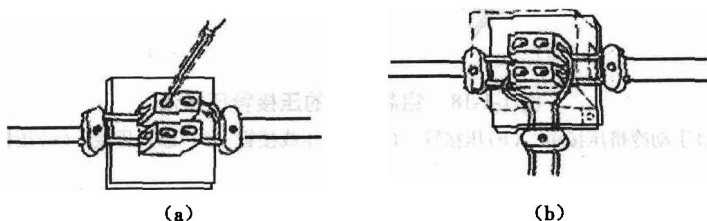

图 1-1-16 瓷接头连接
⑤瓷接头的连接方法:对于芯线截面积在 10 mm^2 以下的导线,还可采用瓷接头进行直线或分支连接,如图 1-1-16 所示。连接时,线头两端不可更换位置以免接错相位;连接后,需用绝缘胶布将瓷接头的螺钉端面绑扎封住。